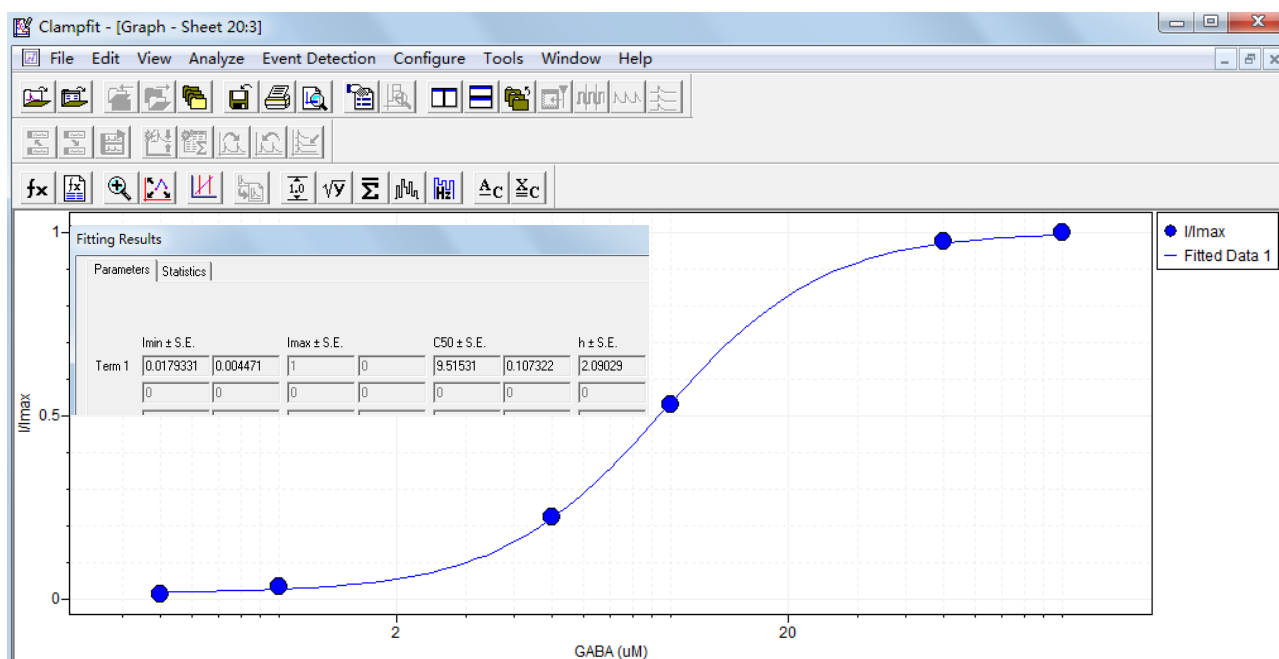

图 23. Clampfit 制作的 GABA 诱发电流的量效曲线
(3) 选择 View/Axis Type/Log-Linear，将 X 轴 GABA 浓度改为对数形式。
(4) 打开 Analyze/Fit 窗口，选择 Hill (4 parameter logistic) 方程，将 Imax 固定为 1，进行拟合，得到  $EC_{50}=9.5 \mu\text{mol/L}$  和  $h=2$ （图 23）。